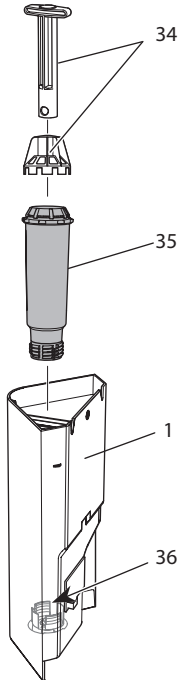

Fig. 19: Vissage/dévisage du filtre à eau
7. Mettre un nouveau filtre en place dans le réservoir d'eau (voir Fig. 19).
2. Retirer le filtre à eau (voir *Fig. 19*).